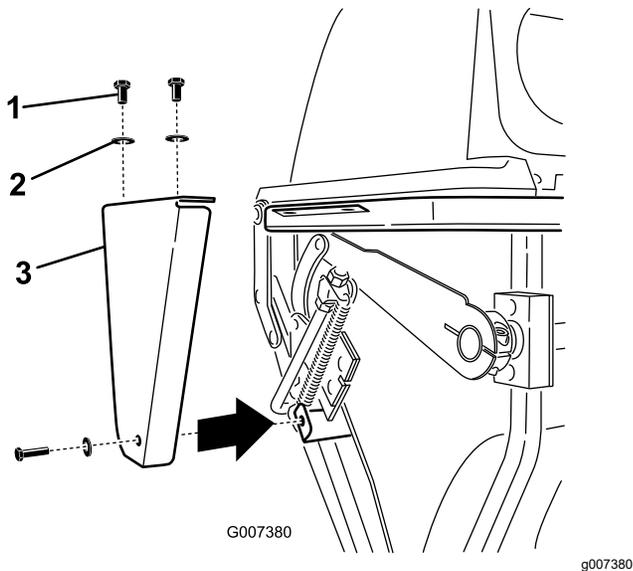

Figure 53
1. Déposez la plaque latérale de chaque côté du système de ramassage (Figure 53).